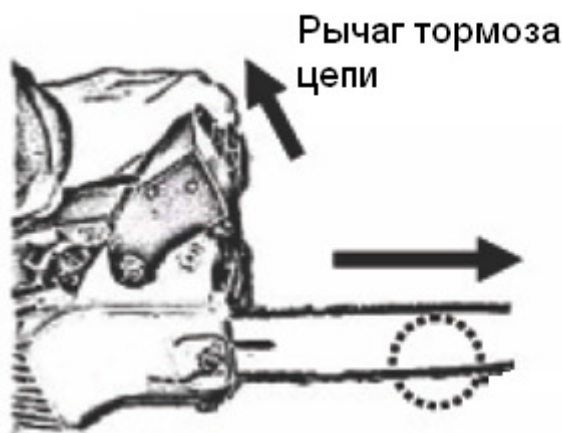

Рис. 3.
5. Шина выдвигается вперед и натягивает цепь при натягивании рычага тормоза цепи. (Рис. 3)